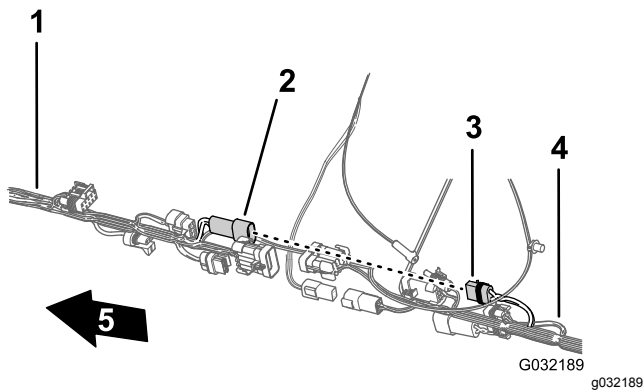

图118
5. 把用于软管卷动力的前线束 2 针接头连接至用于软管卷动力的后线束 2 插槽接头图118。